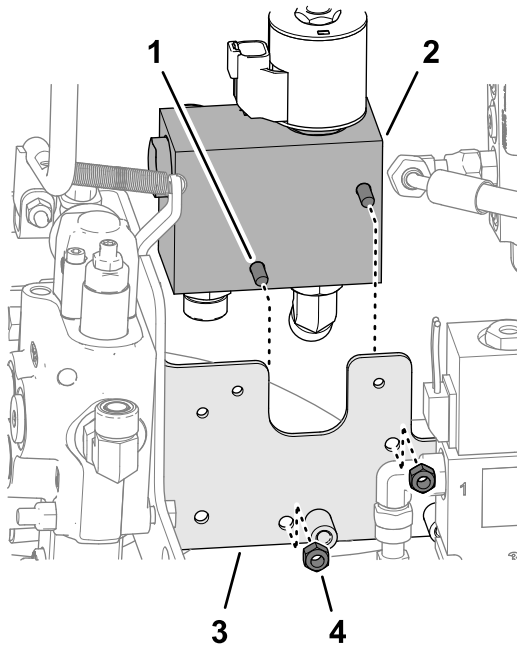

Figure 16
- Fixez la vanne à faible débit sur le support (Figure 16) à l'aide des 2 boulons (1/4" x 2 1/2") et 2 contre-écrous (1/4").